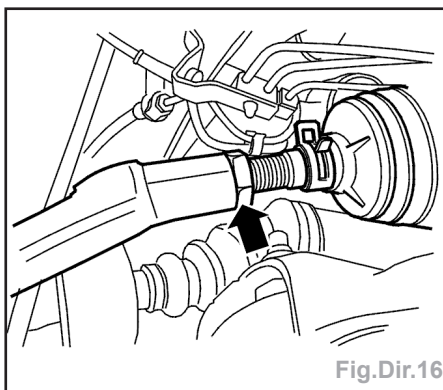

Fig.Dir.16
- Desserrer le contre-écrou (fig.Dir.16).